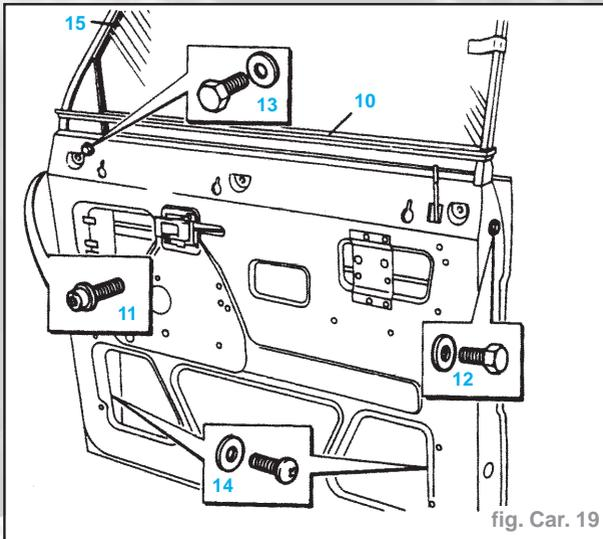

fig. Car. 19
- Retirer du haut du panneau de porte le joint d'étanchéité de bandeau au niveau de la taille (10) (Fig. Car. 19).